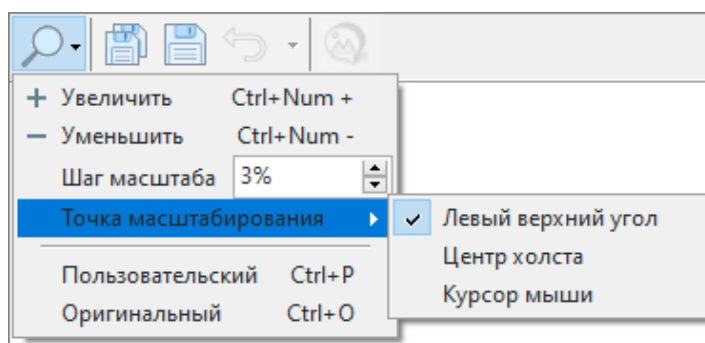

Рисунок 6-455 Контекстное меню "Точка масштабирования"
- **«Точка масштабирования»** – вызов контекстного меню (см. Рисунок 6-455) определения точки масштабирования, где доступны варианты: «левый верхний угол» (значение по умолчанию), «центр холста», «курсор мыши»;